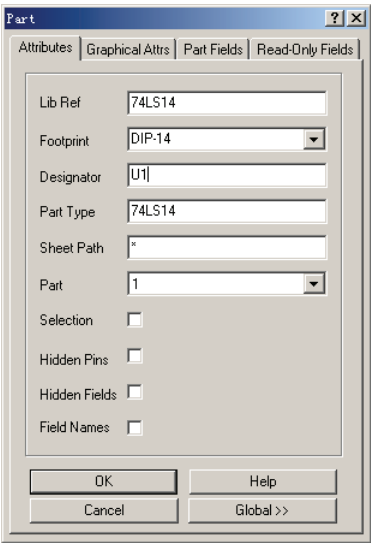

图 2-25 “Part”对话框
在将元器件放置在图纸之前，元器件符号可随光标移动，此时如果按下〈Tab〉键就可以打开如图 2-25 所示的“Part（元器件属性）”对话框，可在此对话框中编辑元器件的属性。
1) “Attributes”选项卡：设置元器件的电气属性。元器件属性选项卡如图 2-25 所示，包括如下选项。